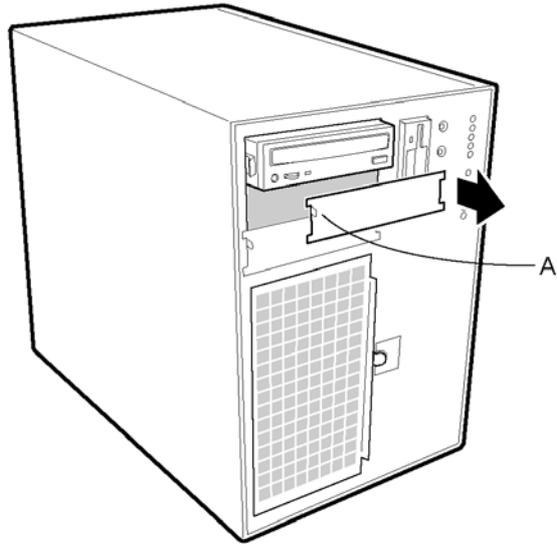

图 3-14. 拆下 EMI 金属挡片
2. 将 EMI 金属挡片左边的压片（图 3-14 中的 A）向右压，拆下、保存；